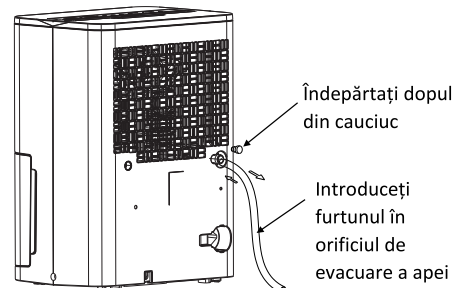

Fig.8
- Introduceți furtunul pentru apă în orificiul de evacuare din spatele aparatului, așa cum este indicat în Fig. 8. Asigurați-vă de faptul că furtunul este bine fixat în orificiul de evacuare și nu există scurgeri de apă.